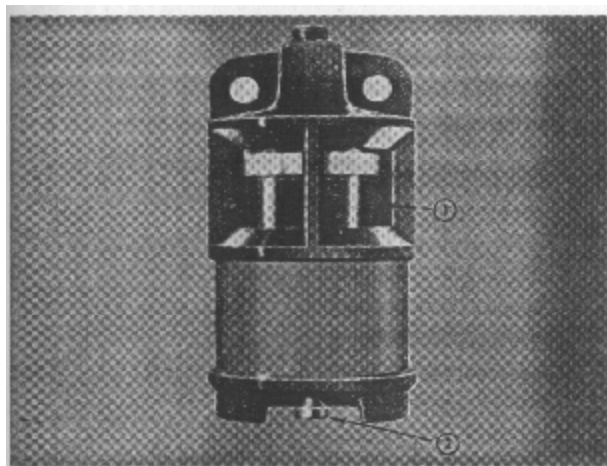

Рис.2-7 (CGS-20) Датчик помех всасыванию воздуха.
Механический индикатор предназначен для индикации чрезмерного загрязнения в воздухоочистителях сухого типа. Это приспособление может быть установлено на выходе воздухоочистителя или на инструментальной панели. Красный флажок (1, рис. 2-7) в окошечке с градуировкой медленно поднимается при заполнении пылевого картриджа. После замены картриджа восстановите датчик, нажимая кнопку RESET (2)